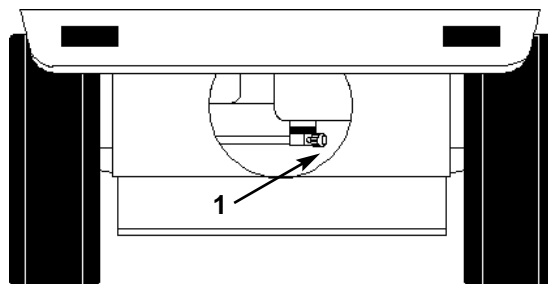

Figure 27
2. Chiudete la valvola di arresto sul serbatoio del carburante (Fig. 27).
2. Chiudete la valvola di arresto sul serbatoio del carburante (Fig. 27)
7. Aprite la valvola di arresto sul serbatoio del carburante (Fig. 27)